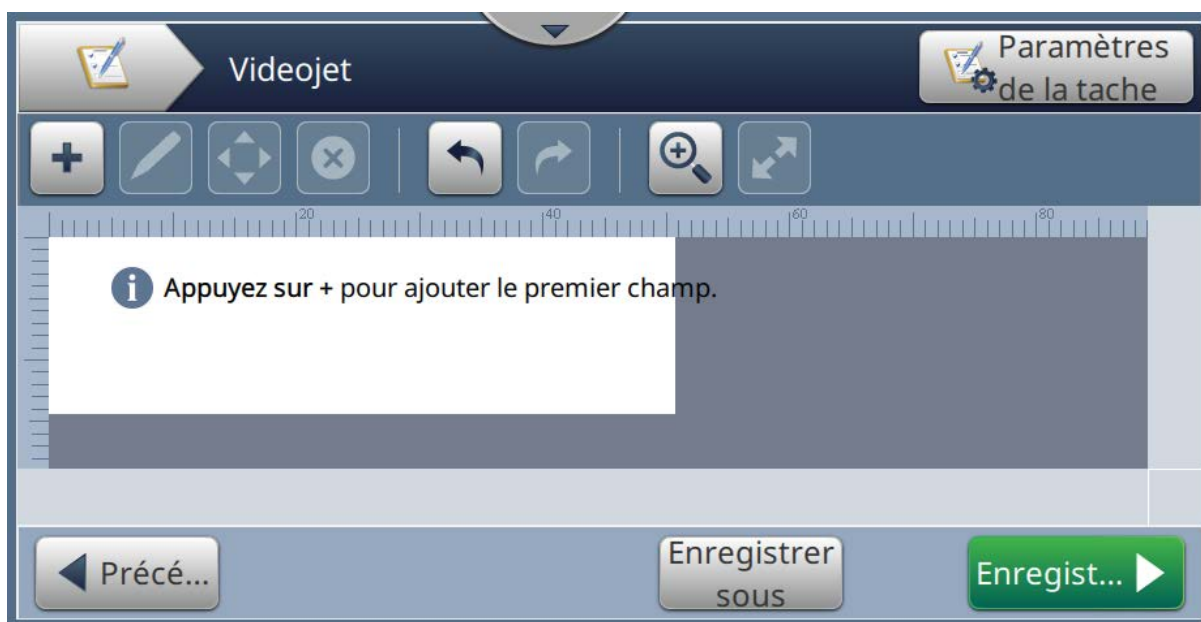

Figure 5-3 : Écran de l'éditeur de tâches
- L'écran Éditeur de tâches s'ouvre, tel qu'illustré dans la Figure 5-3.